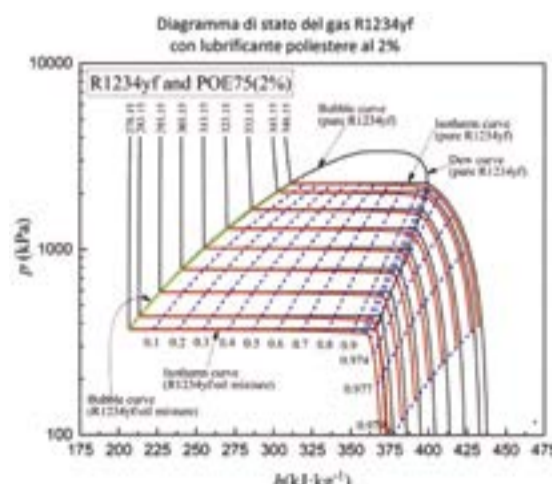

Figura 1. Diagramma di stato R1234yf
Sono tipici HFO (formula C₃H₂F₄) da utilizzarsi puri o in miscela con HFC. Hanno GWP rispettivamente di 4 e 7 unità, sono classificati A2L a infiammabilità blanda. Il primo è già utilizzato come sostituto naturale del R134a (può essere impiegato nei climatizzatori auto senza modifiche al sistema: infatti è compatibile con il lubrificante POE e con i materiali normalmente impiegati). L'R1234yf inoltre può essere utilizzato in miscela al 56% con R134a al 44% per formare il gas R513A, non tossico e non infiammabile, con riduzione del 56% del GWP (631). L'R1234ze si utilizza nei chiller per condizionamento e in quelli per refrigerazione, nella refrigerazione con compressori ermetici, nelle *vending-machine*, negli armadi e celle refrigerate oltre che come propellente per aerosol (**Figura 1**).